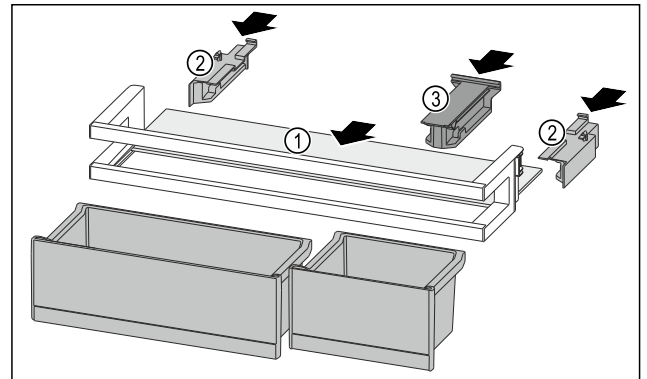

Fig. 84
- Abstellfläche Fig. 84 (1) in die seitlichen Einsparungen einschieben.
- Seitenteile Fig. 84 (2) einsetzen.
- Haltebauteil Fig. 84 (3) einsetzen.